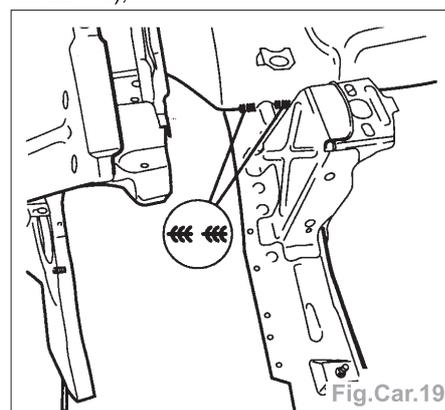

Fig.Car.19
- le longeron sur le tablier en cordon discontinu sous gaz de protection (Fig.Car.19),